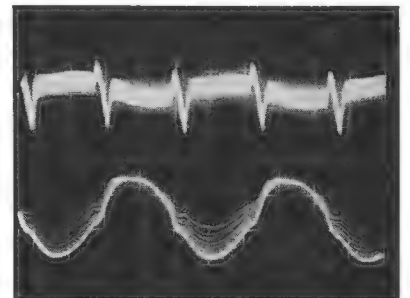

Abb. 8
Zur Überprüfung der PAL-Kennsynchronisierung werden die Tastköpfe des MF 101 am Oszillografentestpunkt (72) und an der Anode GL 807 (OA 81) angeschlossen. Die Amplituden beider Oszillogramme werden mit den Eingangsspannungsteilern der beiden Kanäle eingestellt. Die Ablenkfrequenz des Oszillografen wird auf etwa 4 kHz gestellt. Am Oszillogrammtestpunkt (72) ist der differenzierte PAL-Kennsynchronimpuls von 150 mVss zu messen. Am anderen Testpunkt ist die 8 kHz Schwingung des Kennsynchronisier-Verstärkers zu messen, der von jedem zweiten Synchronisierimpuls der Kennsynchronisierung angestoßen wird. Der Abgleich des Kennsynchronisier-Verstärkers erfolgt, indem mit L 811 auf max. Amplitude am Testpunkt GL 807 eingestellt wird. (Abb. 8)